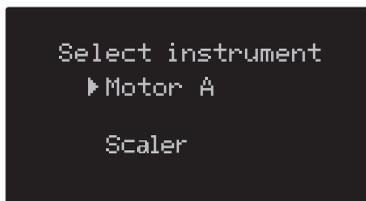

Fig.3 Affichage lors de la sélection de l'instrument
- 2) Appuyez sur le bouton **[ESC]** à l'affichage normal. L'écran passera au mode sélection instrument si vous utilisez le Moteur A ou le démarreur. L'écran illustré dans la Fig.3 est affiché.